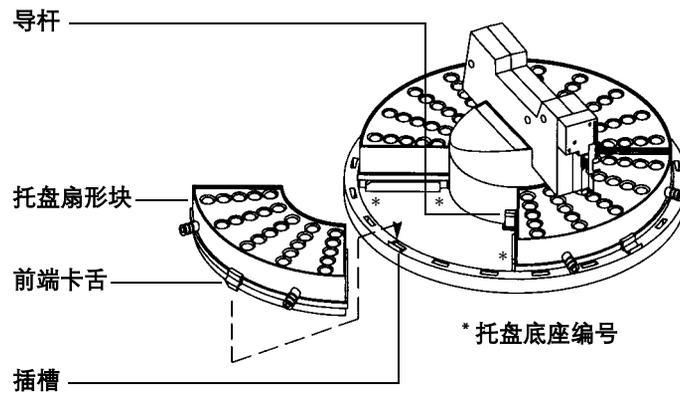

图 22 安装托盘扇形块
- 3 安装托盘扇形块（图 22）。务必使扇形块的编号与托盘底座的编号保持一致。使每个扇形块的前沿部分在托盘上的导杆下滑动，然后将前端卡舌卡入托盘上的插槽中。